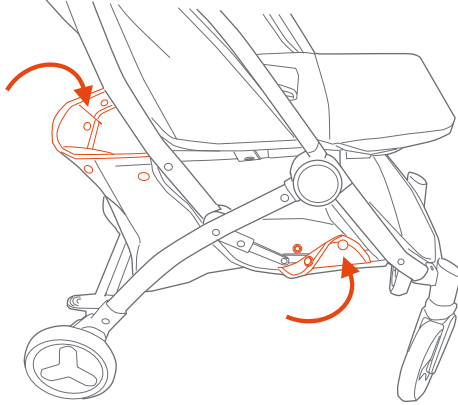

Fig. 5
• Vérifiez que tous les boutons-pression de fixation de la section arrière du panier sont calés ensemble. Le panneau de tissu s'enrobe sur le tubage du panier et est fixé par quatre boutons-pression (Fig. 5). N'utilisez pas le panier sans que tous les boutons-pression ne soient complètement calés ensemble.